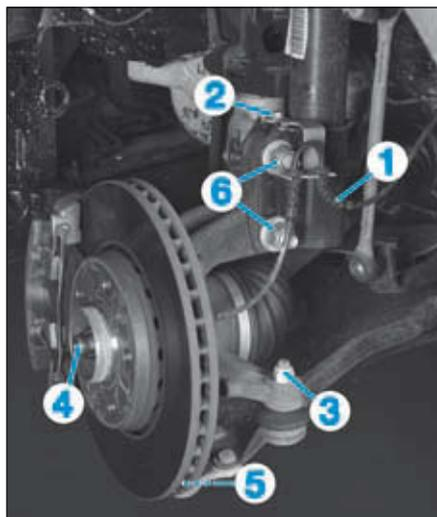

FIG.12
- Dégrafer le faisceau du capteur de roue (1) (**Fig.12**).
- le support du faisceau de capteur de roue (2),
- la rotule de direction (3),
- l'écrou de transmission (4),
- la rotule de pivot (5),
- les écrous de l'élément de suspension (6),